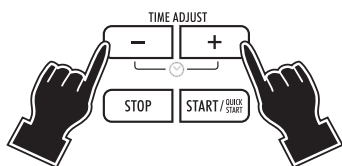

fig. 6
- 9) **Não coza os ovos com a casca no forno microondas (fig. 6):** a pressão que se forma no interior poderá fazer explodir o ovo, inclusivamente já depois de terminada a cozedura. Não aqueça os ovos já cozidos, a menos que estejam mexidos.